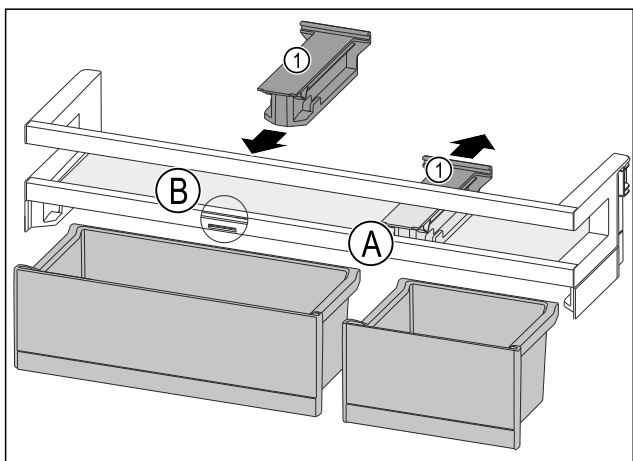

Fig. 116
- ▶ Desprindeți piesa de susținere Fig. 116 (1) din poziție Fig. 116 (A) spre spate.
- ▶ Introduceți piesa de susținere Fig. 116 (1) în poziție Fig. 116 (B).